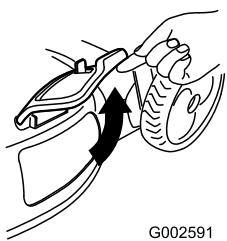

Figura 26
- Levante la puerta de descarga lateral (Figura 26).